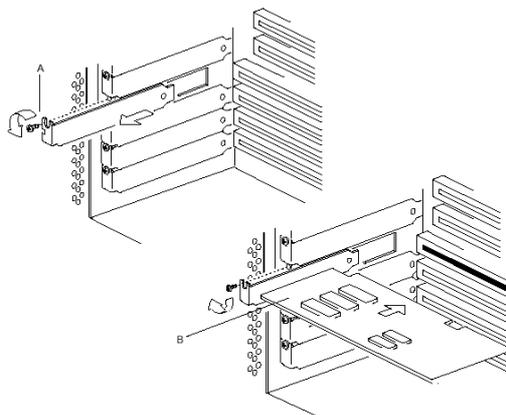

Figura 12. Inserimento scheda add-on
4. Inserire la scheda nello slot scelto come mostrato in figura 12 assicurandosi che la scheda sia inserita a fondo nello slot, quindi fissarla allo chassis con l'apposita vite prima di richiudere la macchina.